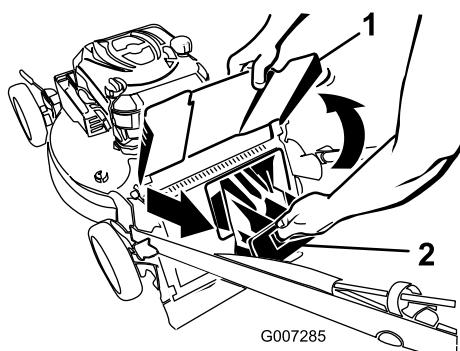

Figura 38
1. Sollevate il deflettore di scarico e tenetelo sollevato (Figura 38).
2. Togliete il coperchio di scarico posteriore (Figura 38).